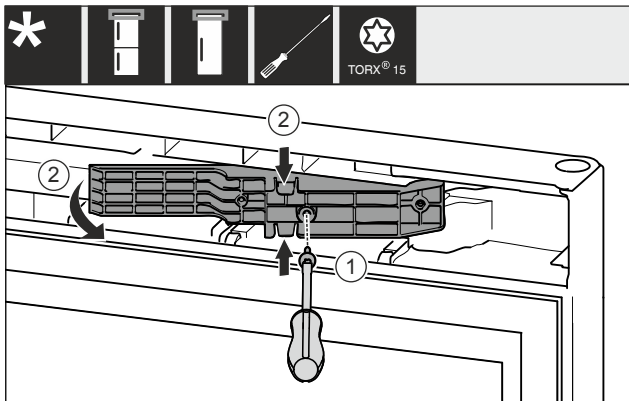

Fig. 12 \*
- ▶ 用 T15 螺丝刀将螺钉松开。 Fig. 12 (1)\*
- ▶ 拉出适配件。 Fig. 12 (2)\*